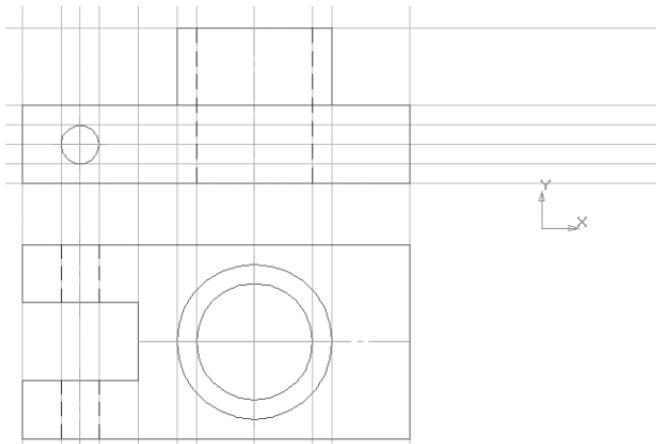

Рис. 299
- чтобы построить *вид слева*, проведите проекционные связи от каждой точки контура главного вида (– **Горизонтальная прямая**, панель расширенных команд – **Параллельная прямая**) – рис. 299;